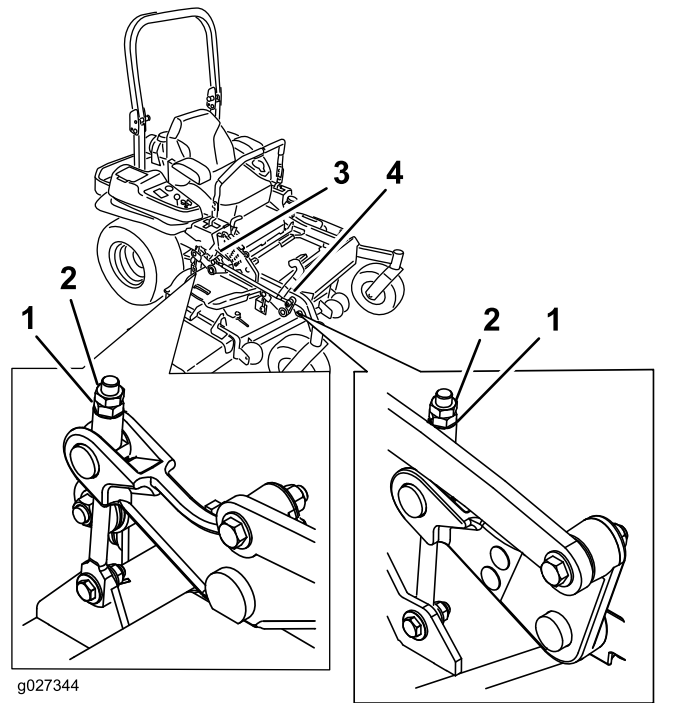

Figura 95
10. Gire la tuerca de ajuste del conjunto de elevación de la carcasa delantera para modificar la altura (Figura 95).
16. Gire el tornillo de ajuste hasta obtener una altura de 8.3 cm ($3\frac{1}{4}$ ") (Figura 95).